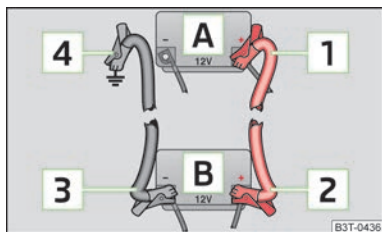

Fig. 117
- Conectar un extremo **1** » fig. 117 al polo positivo de la batería descargada **A**.
- Conectar un extremo **3** » fig. 117 al polo negativo de la batería auxiliar **B**.